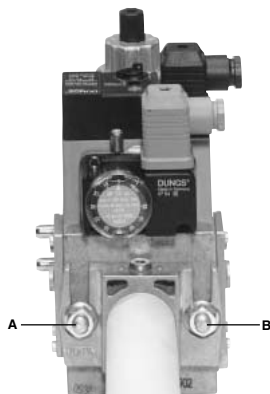
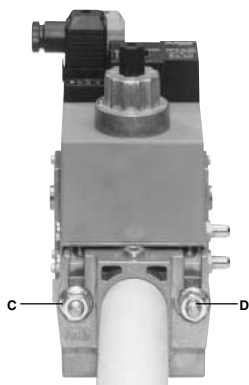

Рис. 6
Рис. 7
3. Затянуть винты А, В, С и D (Рис. 6 - Рис. 7), (Рис. 9), соблюдая дистанции монтажа (Рис. 9);